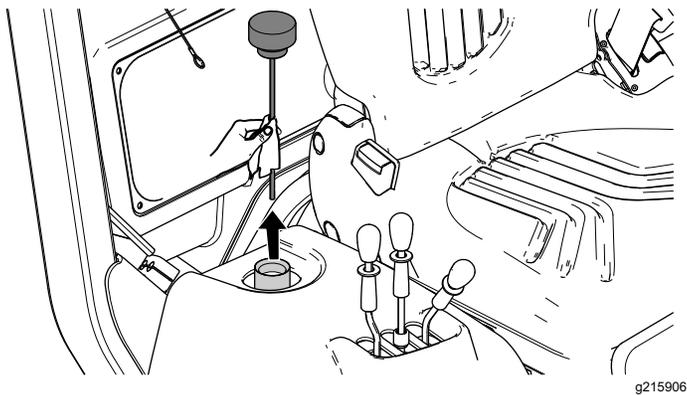

Figura 98
4. Retire a vareta do depósito hidráulico e limpe-a com um pano limpo (**Figura 98**).